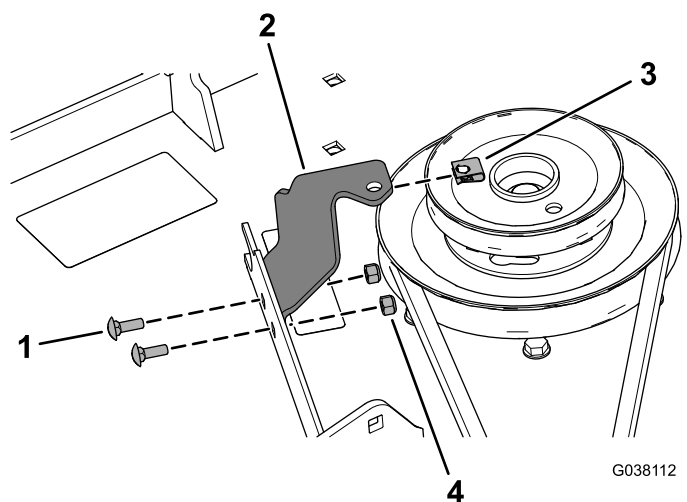

Figura 26
13. Instale la tuerca rápida en el soporte de la cubierta de la correa (Figura 26).